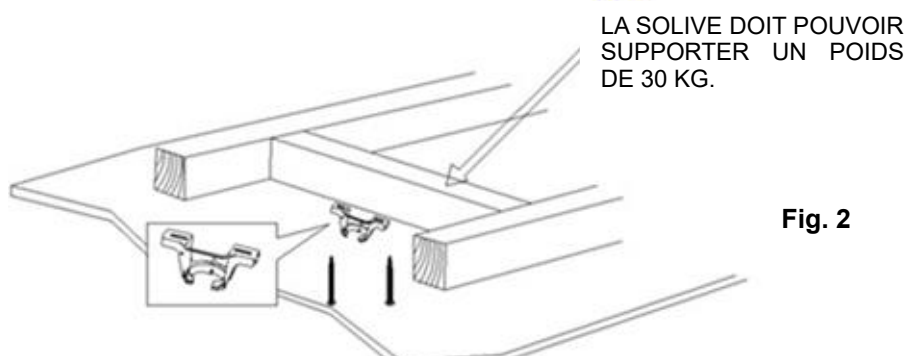

Fig. 2
- Installez le support de suspension sur une solive ou une structure capable de supporter une charge d'au moins 30 kg avec les deux vis longues fournies. Assurez-vous qu'au moins 30 mm des vis soient vissés dans le support. (Fig. 2)